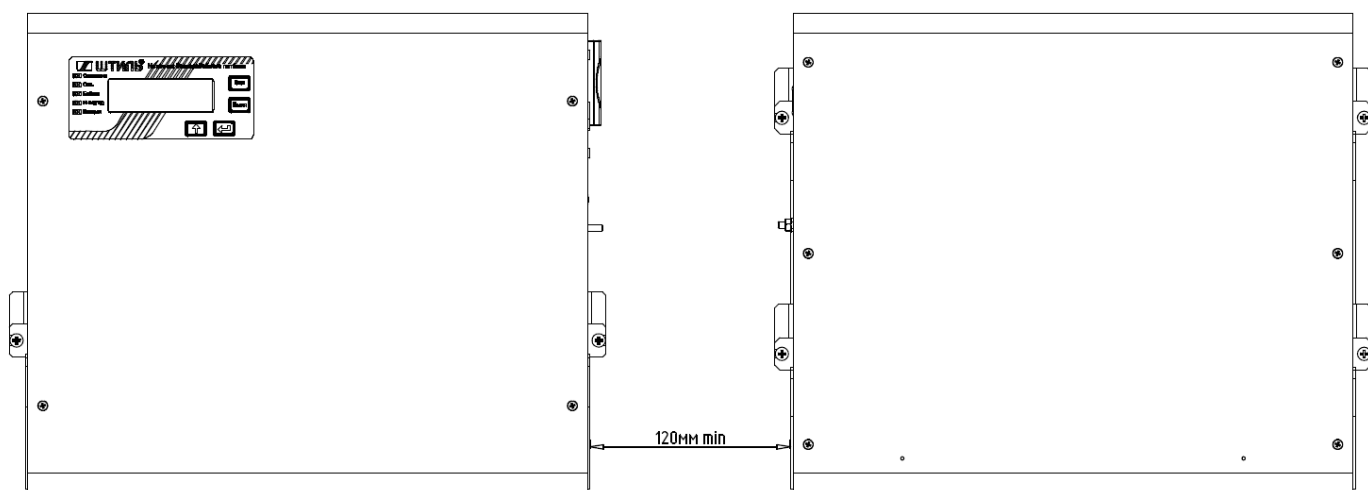

Рисунок 3 – Рекомендованное расположение ИБП и батарейного модуля Штиль серии VM-24 при креплении изделий на стену
1. Выбрать место для установки изделия (см. рисунок 3).